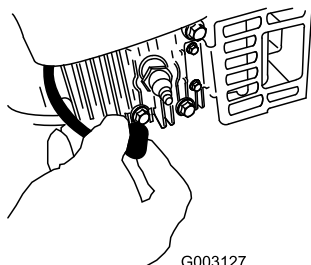

Figura 38
2. Desconecte el cable de la bujía (Figura 38) antes de realizar cualquier procedimiento de mantenimiento.